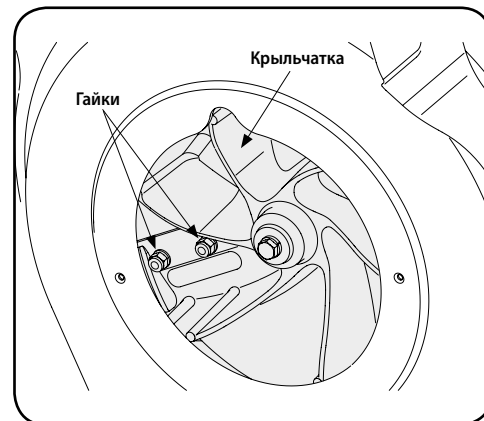

Рисунок 5-9
10. Доступ к гайкам на винтах с плоской головкой возможен снизу с использованием универсальной или удлиненной торцевой головки на 1/2 дюйма. См. рисунок 5-9.